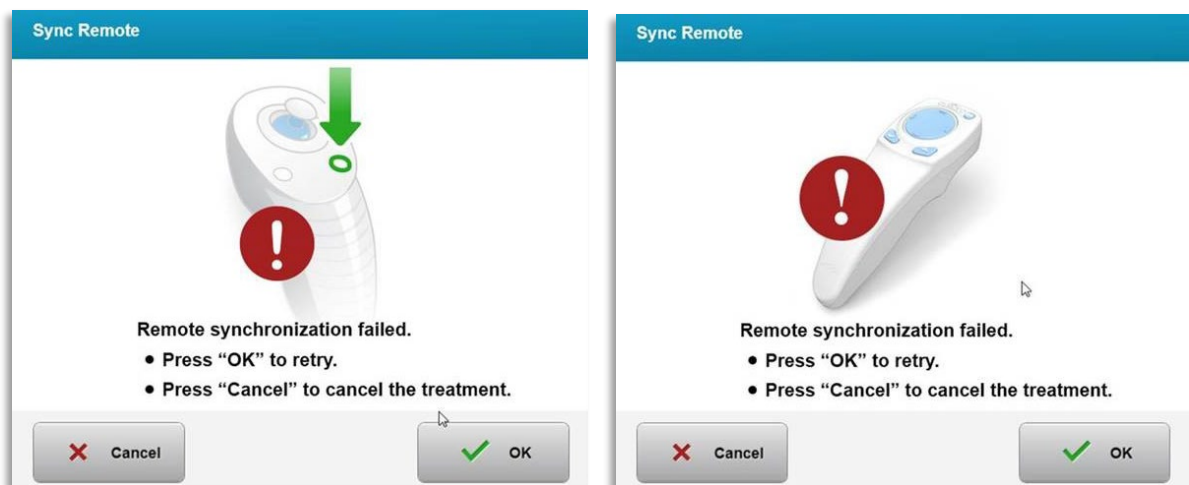

Figura 3-18. Agotado el tiempo del proceso de sincronización
- o Si no se presiona el botón de sincronización dentro del plazo de 15 segundos, aparecerá el mensaje "Sincronizar mando de alineación" (Sync Alignment Remote) en la pantalla, tal como se muestra en la figura 3-18.
- o Pulse "Aceptar" (OK) para volver a sincronizar el mando a distancia, o elija "Cancelar" (Cancel) para cancelar el tratamiento.